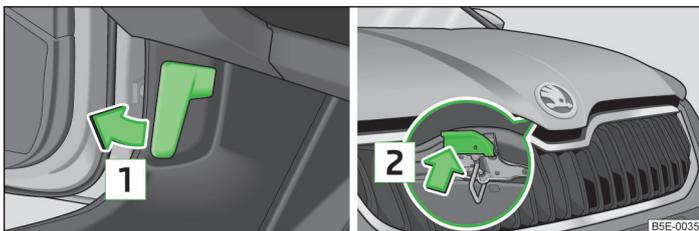

Abb. 180 Entriegelungshebel für Motorraumklappe / Entriegelungshebel
Bei geschlossener Vordertür kann die Motorraumklappe mit dem Hebel   Abb. 180 nicht entriegelt werden.
- Am Entriegelungshebel unterhalb der Schalttafel in Pfeilrichtung  ziehen  Abb. 180.
Niemals die Motorraumklappe am Entriegelungshebel öffnen  Abb. 180.